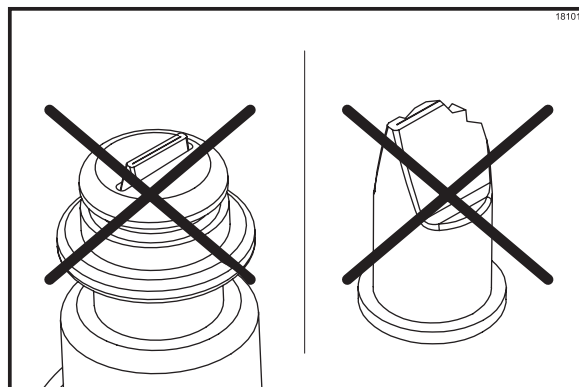

图 190
**注意：**如果鸭嘴阀损坏或伸出到糖浆鼻形管接头槽之外，则更换鸭嘴阀。（见图 190）